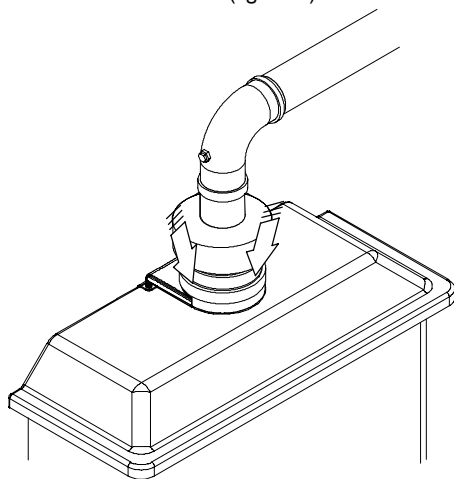

fig. 5.38
- Posizionare in modo che si incastri la guarnizione a manicotto del tronchetto aspirazione aria sul profilo superiore del tettuccio caldaia (fig. 5.38).